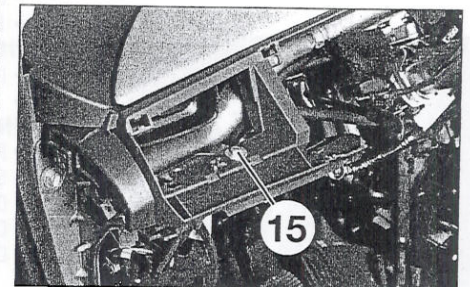

FIGURA 9-31
- Desmontar el tornillo de fijación izquierdo del salpicadero (15) (**figura 9-31**).